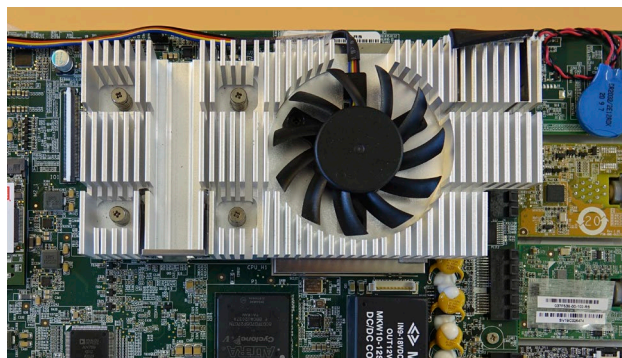

Afbeelding 29 Verwijder de schroeven uit de ventilator
b) Draai de drie schroeven die de ventilator op zijn plaats houden, los (afbeelding 29)
f) Plaats de drie schroeven die de ventilator op zijn plaats houden, en draai ze vast (max. aanhaalmoment van 0,3 nm) (zie afbeelding 29)